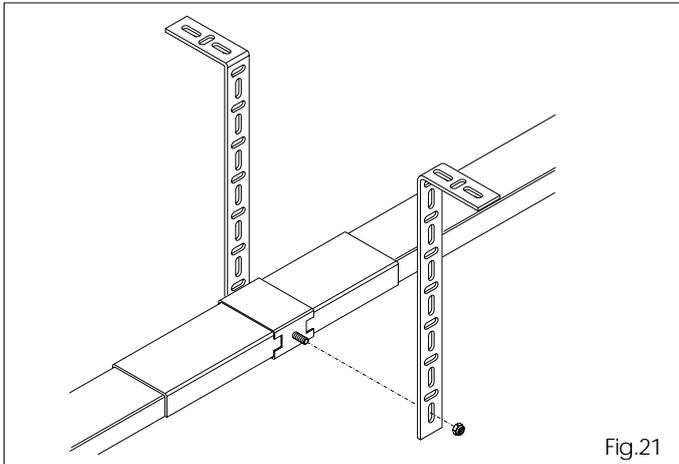

Fig.21
- 6.15 Si se ha utilizado la guía de soporte central, preformen las abrazaderas, bloquéenlas con una tuerca y fijen al techo (fig.21).